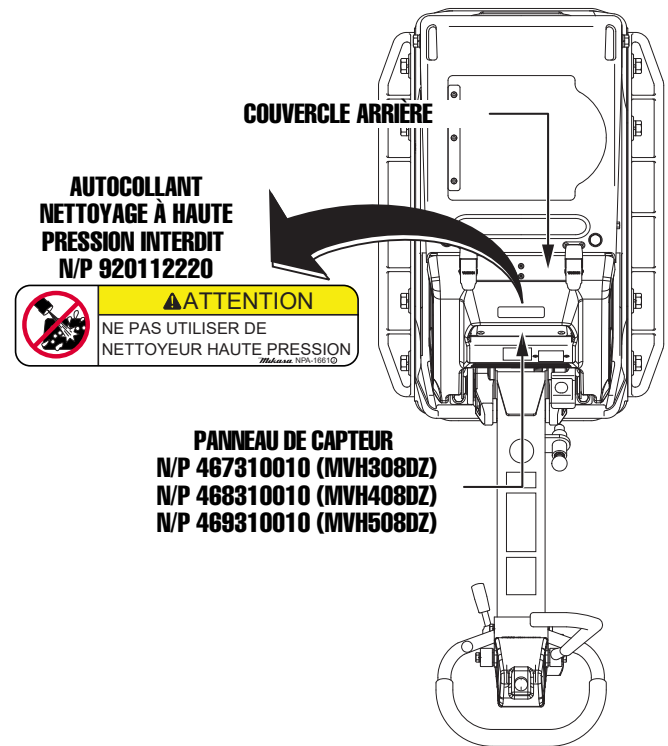

Figure 36. Placement de l'autocollant
5. Retirer délicatement le fond de l'autocollant nettoyage à haute pression interdit (N/P 920112220). Voir la Figure 36.
6. Placer l'autocollant d'interdiction de nettoyage à haute pression (N/P 920112220) sur le dessus du couvercle arrière, juste au-dessus du panneau de capteur (N/P 467310010 [MVH308DZ], N/P 468310010 [MVH408DZ], ou N/P 469310010 [MVH508DZ]). **S'ASSURER** que l'autocollant est droit et à plat. Voir la Figure 36.